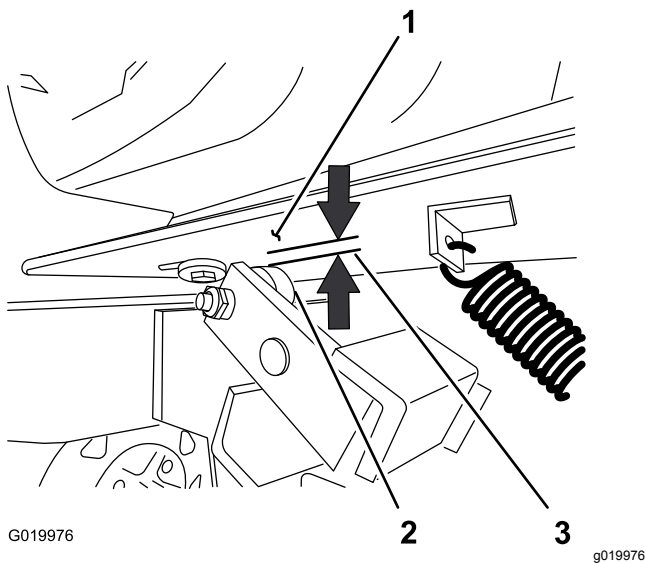

Figura 62
5. Mida la holgura entre la chapa del motor y el rodillo del embrague (Figura 62).